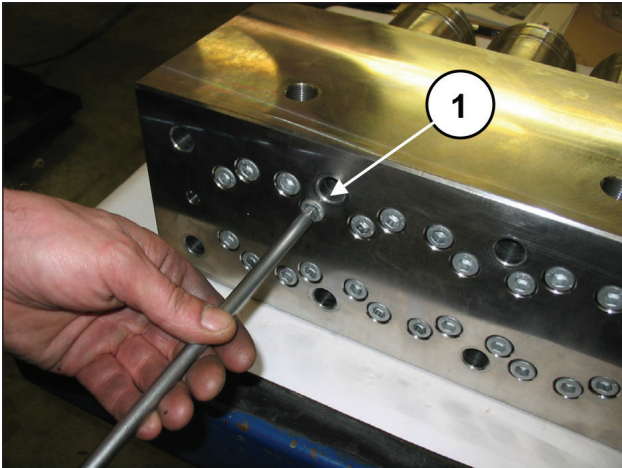
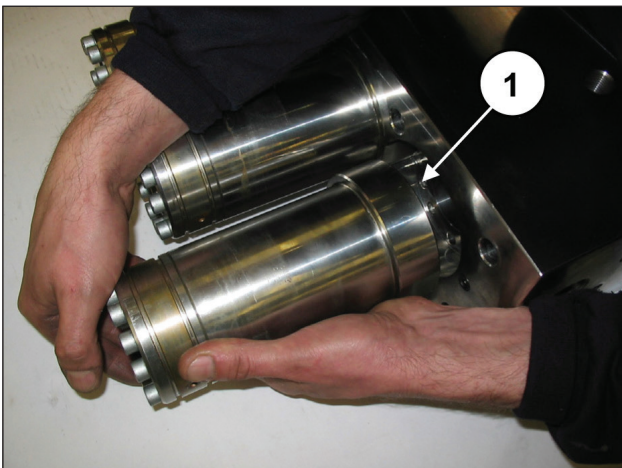

Fig. 101
Fig. 102
Remova os parafusos M10x140 de fixação das camisas no cabeçote (pos. ①, Fig. 101) e extraia os grupos das camisas (pos. ①, Fig. 102).
Separe o cabeçote e o espaçador para camisas do cárter da bomba, conforme indicado no parág. 2.2.1 (de Fig. 966 a Fig. 102). Remova a cobertura de inspeção superior, soltando os dois parafusos de fixação (pos. ①, Fig. 109).